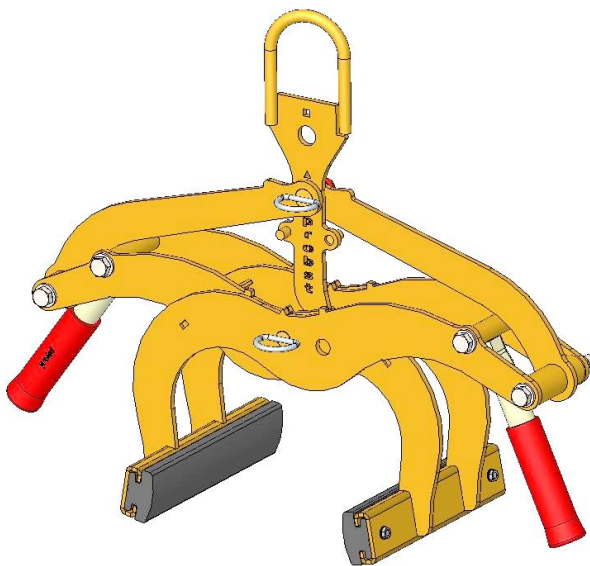
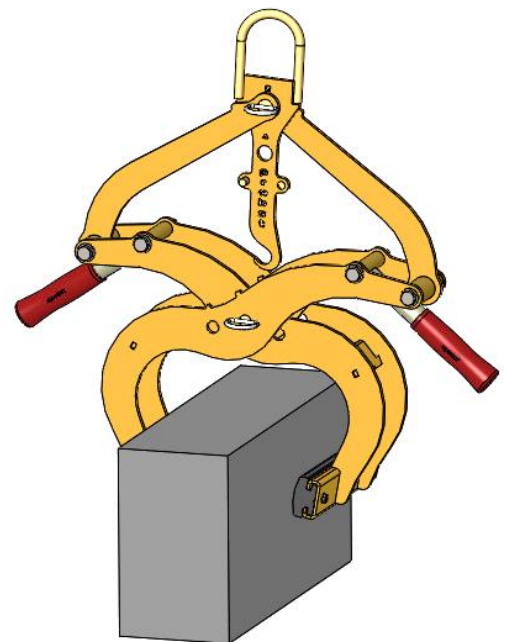

Fig. 2
Fig. 3
- Para esta zona de agarre, las marcas del triángulo▲ en los brazos de agarre (en el centro del dispositivo) deben ser **congruentes** (fig. 2) y en el *gancho de bloqueo* (2) la marca del triángulo▲ debe situarse por encima del pasador con lengüeta (7) (fig. 3).
- Para ajustar el alcance de la empuñadura, retire el pasador con pasador (6) o el pasador con pasador (7). **No saque nunca las dos clavijas al mismo tiempo** (siempre una después de la otra).
- Una vez ajustado el rango de agarre, el dispositivo debe asegurarse de nuevo con el pasador de encaje con pasador de bloqueo (7) o con el pasador de seguridad (6).
- Para esta zona de agarre, las marcas cuadradas■ en los brazos de agarre (en el centro del dispositivo) deben ser **congruentes** (fig. 2) y en el *gancho de bloqueo* (2) la marca cuadrada■ debe situarse por encima del pasador con lengüeta (7) (fig. 3).
- Para ajustar el alcance de la empuñadura, retire el perno de seguridad (6) y el perno con pasador (7). **Nunca saque los dos tornillos al mismo tiempo** (siempre uno después del otro).